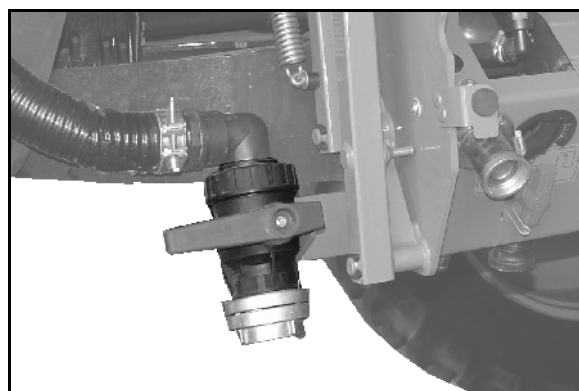

Fig. 66
- Raccord de remplissage avec robinet sélecteur (Fig. 66).